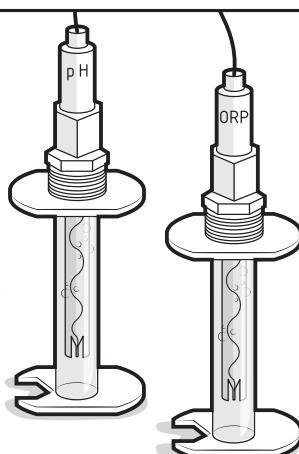

Figure 13. Rangement des capteurs
7. Délicatement, mettre les capteurs dans les tubes de rangement de capteur. NE PAS toucher l'ampoule en verre à l'extrémité des capteurs, se reporter à la Figure 13.